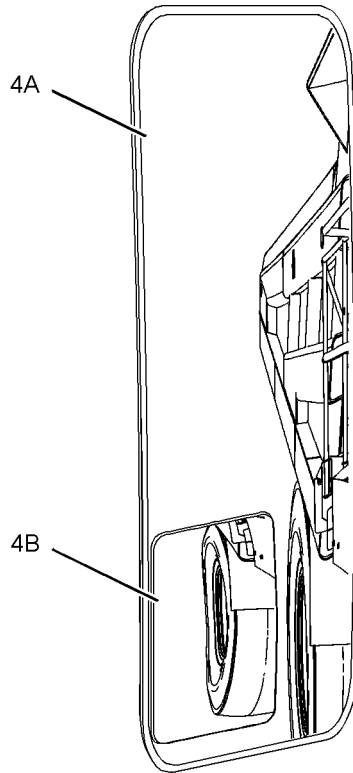

Ilustración 55
- El extremo superior del lado derecho de la caja del camión o del tanque de agua que permitirá que el camión para cargar se ubique frente al pasador de pivote del balde cargador que aparece en la ilustración 55.
- El punto de contacto entre el neumático trasero izquierdo y el suelo que se muestra en la ilustración 55